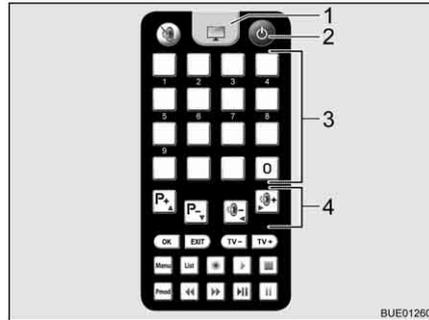

Bild 23 Fernbedienung
- Auf der Fernbedienung Taste "⏻" (Bild 23,2) drücken. Die Satellitenantenne richtet sich aus der Parkposition auf und geht in den Suchmodus. Wenn die Anlage den Satelliten gefunden hat, ertönt ein Signalton.
- Über die Speichertasten (Bild 23,3) oder die Funktionstasten (Bild 23,4) den gewünschten Sender einstellen.